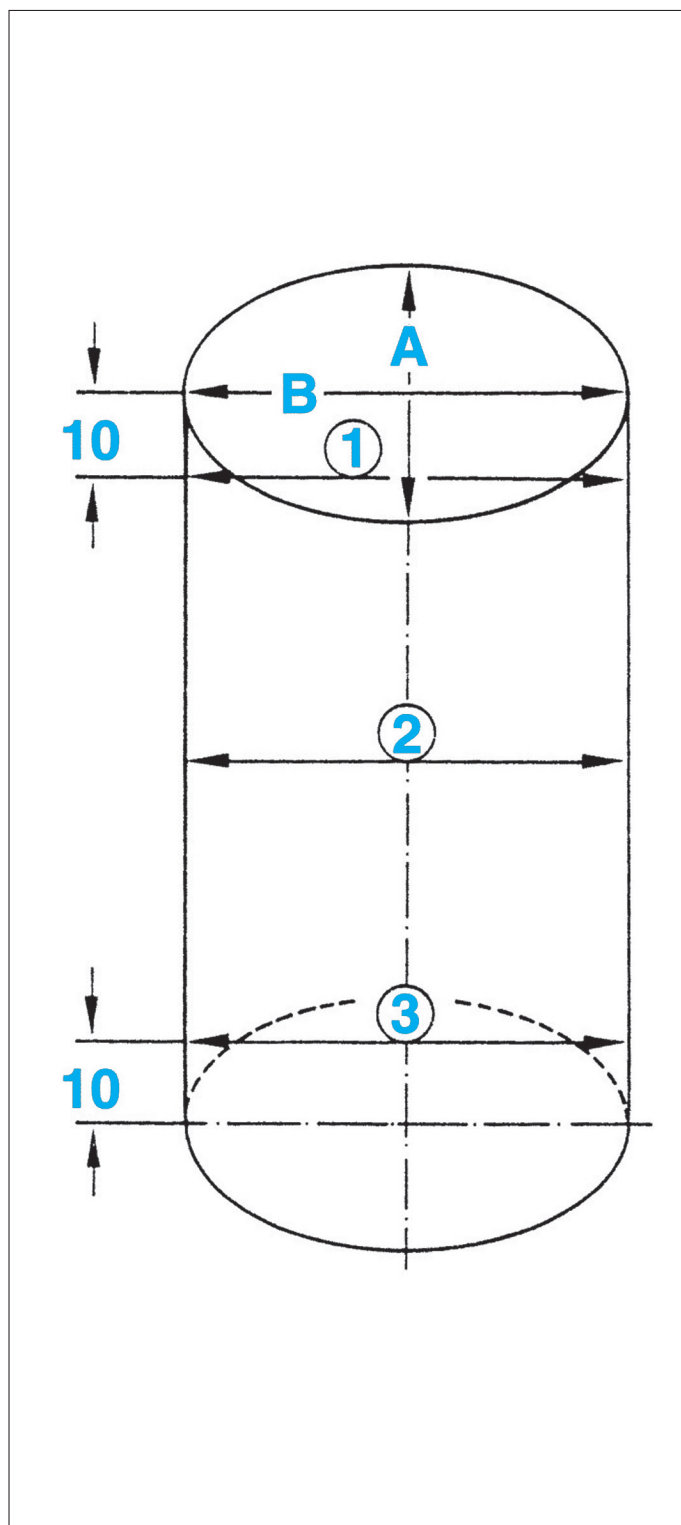

Fig. 3
L'alésage des cylindres se mesure en 3 points (1), (2) et (3) et suivant 2 plans (A) et (B) perpendiculaires à 10 mm du haut et du bas puis au milieu (Fig.3).